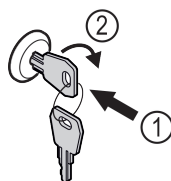

Fig. 120 Beispielhafte Darstellung
- Schlüssel hineindrücken Fig. 120 (1).
- Schlüssel um 90° im Uhrzeigersinn drehen Fig. 120 (2).